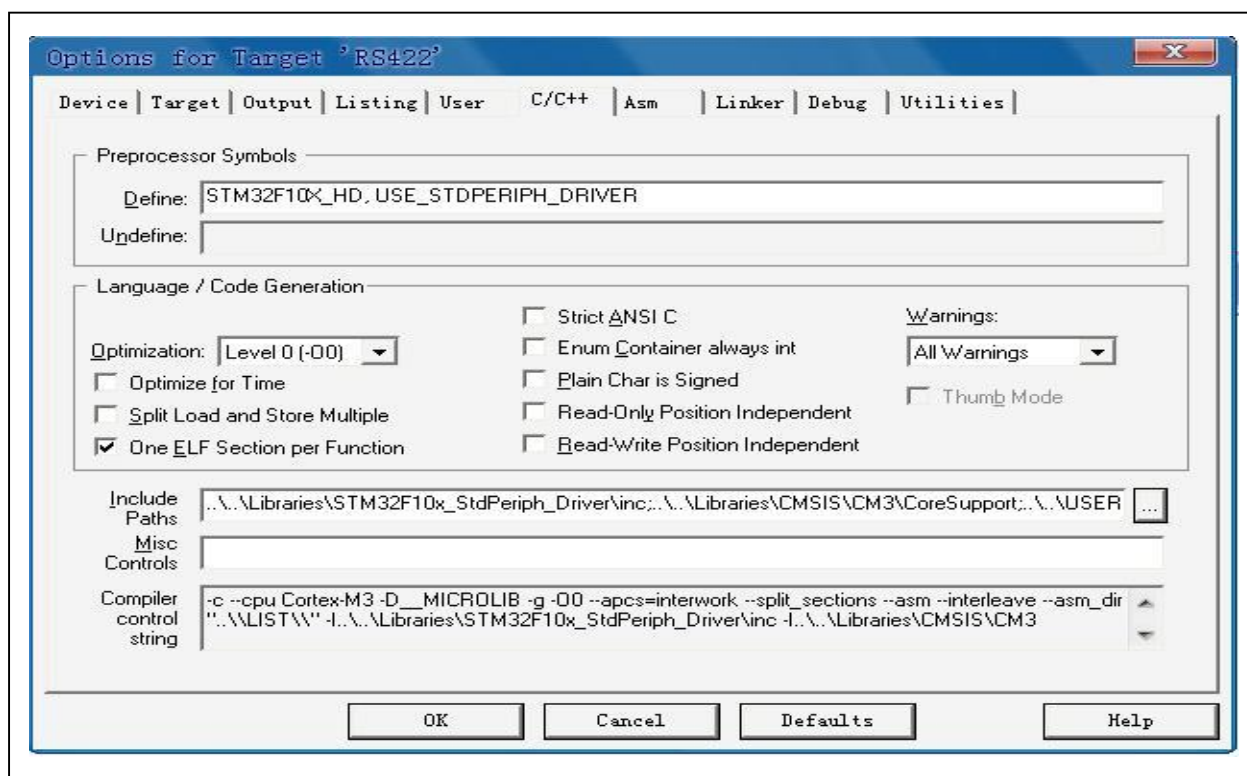

图 17
5.6 其他 “C/C++” 按图 17 设置默认就可以了。